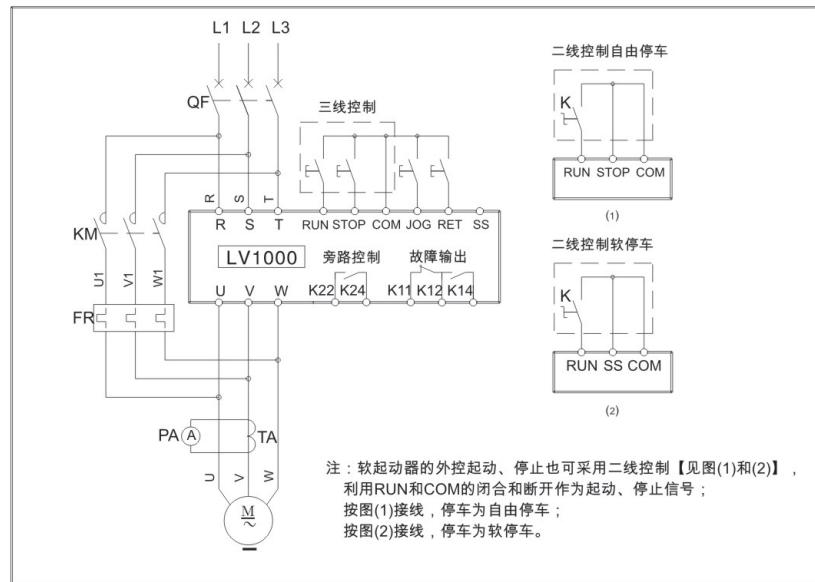

图 5-2
- LV系列1000型软起动器在起动完成后无在线运行功能，使用时必须配接旁路接触器KM，详见图5-2。
- LV系列1000型软起动器在起动完成并旁路接触器投入运行后，仅具备输入电压缺相保护功能，所以在使用时，电机侧必须加装热继电器FR或电机保护器来实现对电机的保护，详见图5-2。
- LV系列1000型软起动器外部起动、停车控制有两种接线方式，即三线控制接线及两线控制接线，详见图5-2。
★表示外控有两种接线方式，详见基本接线图5-2。
- ① 应根据负载的特性选择合适的起动模式。
- ② 为保证电机的起动效果，斜坡初始电压不可设置过高，一般情况下设置为25%~50%范围内。
- ③ 电压的百分比是指即时引入电网电压的百分比。
- ④ 电流的百分比是指当前额定电流的百分比（即C项功能对应的电流值）。
- ⑤ 当起停方式被设置为3（键盘盒外控均有效），而外控连接为两线控制方式时（详见第8页图5-2），键盘起动（RUN）键和（STOP）键无效。